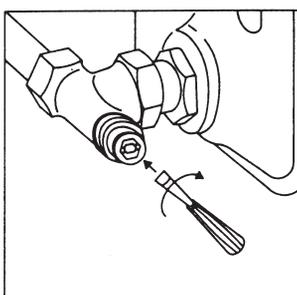

Fig. 3
- 1.4 Finalement, tourner la vis creuse vers la droite jusqu'en butée à l'aide d'un tournevis (fig. 3, uniquement «Combi 4 et C»).
Important : En cas de modification ultérieure du préréglage, il faut d'abord à l'aide d'un tournevis (fig. 3) desserrer la vis creuse en la tournant un peu vers la gauche. Ensuite, effectuer la modification du préréglage avec la clé à six pans (clé de 4) (1).